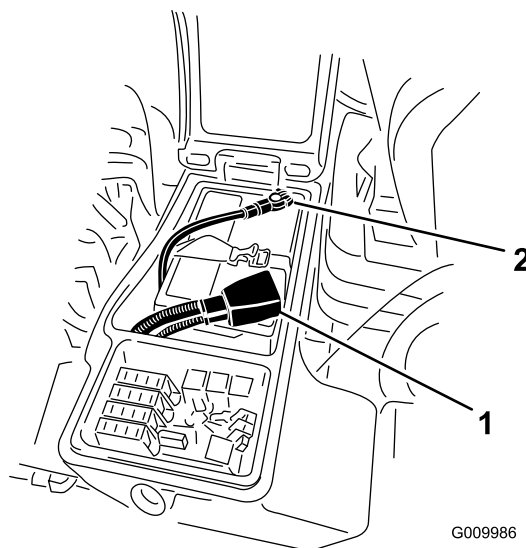

Figura 36
4. Collegate il cavo positivo (rosso) al terminale positivo (+) e il cavo negativo (nero) al terminale negativo (-) della batteria (Figura 36). Fissate i cavi ai poli con viti a testa cilindrica e dadi. Verificate che il morsetto positivo (+) sia completamente sul polo, e che il cavo sia posizionato in modo aderente alla batteria. Il cavo non deve toccare il coperchio della batteria. Fate scorrere la guaina di gomma sul morsetto positivo per evitare un cortocircuito.